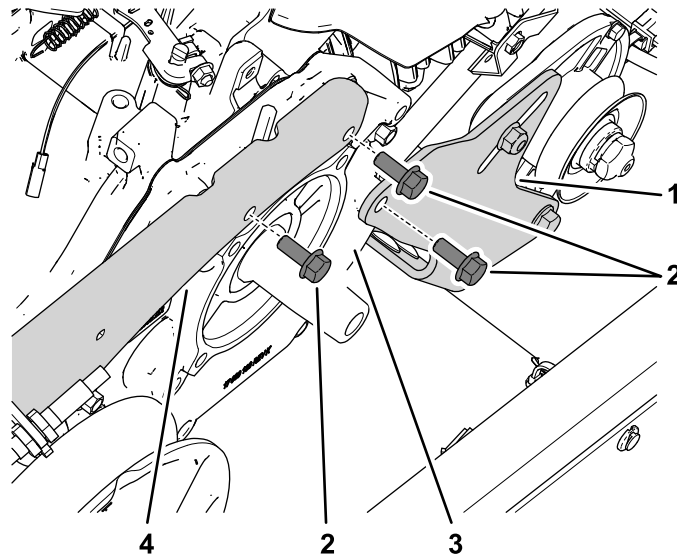

Figura 4
8. Retire los 2 pernos con arandela prensada que sujetan la barra de sujeción al motor (Figura 4).
9. Retire el perno con arandela prensada que sujeta el soporte del motor de arranque/generador al motor (Figura 4).